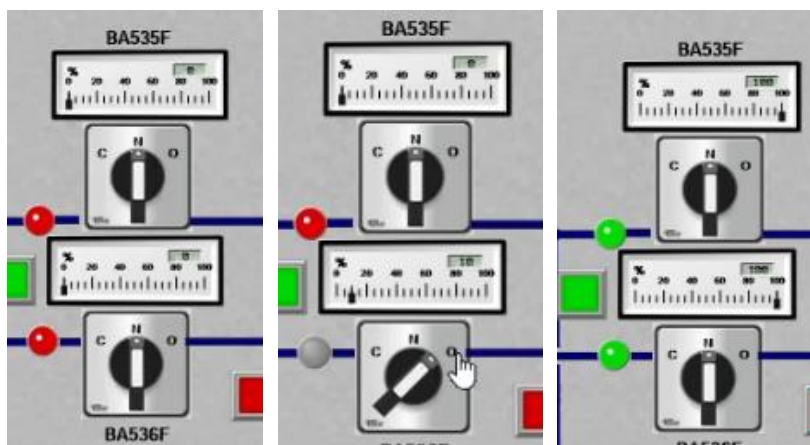

Figura 57- diferents estats d'obertura
5. L'únic element que està assegurant que l'aigua no comenci a circular són les vàlvules BA536F i BA535F que, com s'ha comentat anteriorment, són de tipus modulars i ens permetran seleccionar en quin percentatge les voldrem obrir. Per tant, obrirem ambdues mantenint els seleccionadors marcant la O fins a un 10% on ens aturarem. Observarem que el LED s'apaga i en aquest moment l'aigua començarà a fluir a través de les canonades a poc a poc fins als dipòsits. Aquest pas és important per tal d'encebar els circuits de manera progressiva i no malmetre el sistema (Figura 57).
-un cop el sistema ja estigui encebat, obrirem aquestes vàlvules al 100% mantenint seleccionada la O fins que el LED es torni verd (Figura 57).
2. El següent pas serà obrir el canal de sortida cap al mar de les 2 línies, és a dir cap al *sea chest*. Com s'ha comentat anteriorment aquestes són les vàlvules BA537F, BA538F i BA545F (Figura 57).